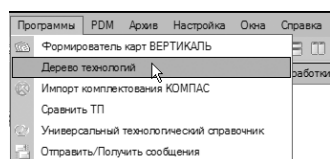

Рисунок 120
6. Из меню ВЕРТИКАЛЬ выберите **Программы – Дерево технологий** (рис. 120).